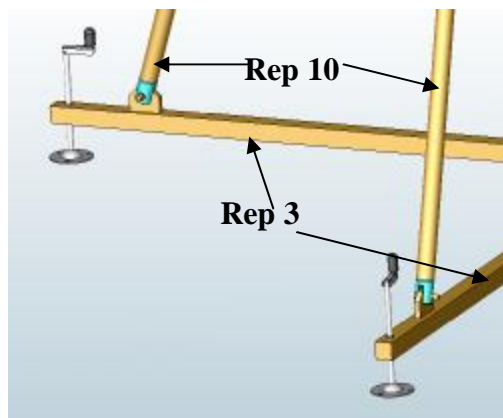

fig.13
c) Fixer ensuite les renforts (rep. 10) sur les pieds (rep. 3) à l'aide des goupilles de sécurités (fig. 13).